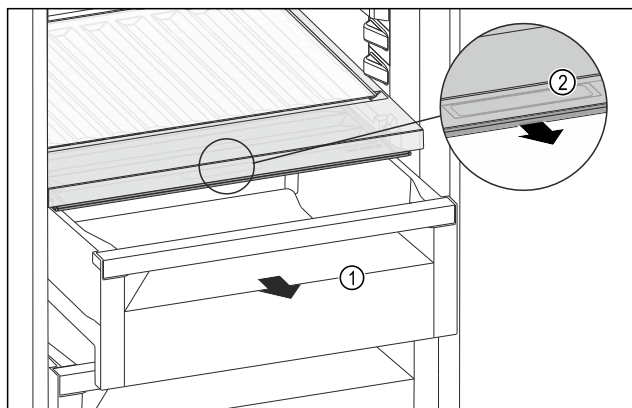

Fig. 122
- ▶ Zásuvku Fig. 122 (1) vytáhněte.
- ▶ Uchopte prohlubeň pro rukojeť Fig. 122 (2) na víku zásuvky a současně zatáhněte za víko zásuvky směrem dopředu.